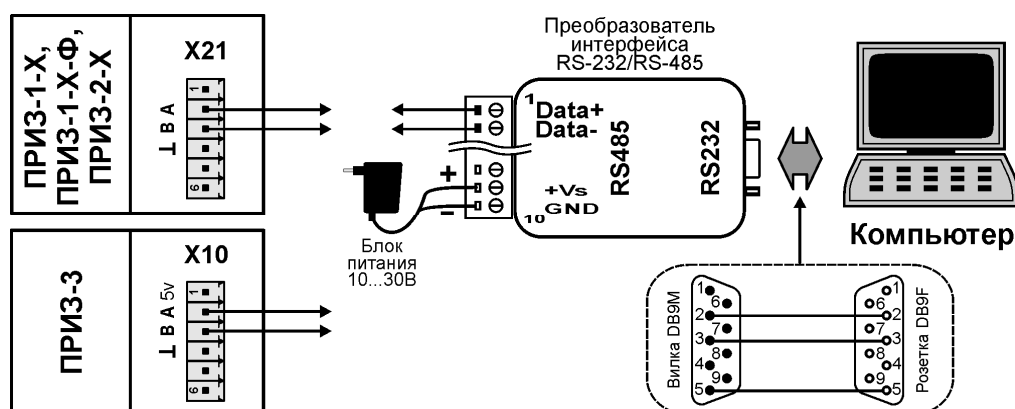

Рисунок 6 – Схема подключения преобразователей к ПК
1. Подключить преобразователь к компьютеру (схема на рис. 6) и подать на него напряжение питания.